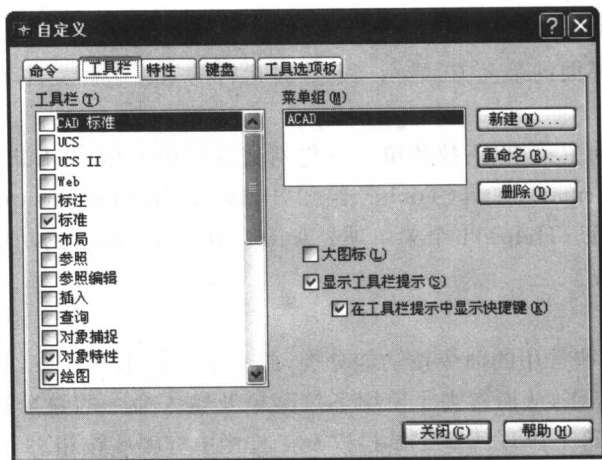

图 1-2 【自定义】对话框
(1) 选取“视图”下拉菜单中的选项“工具栏”,或把鼠标放在任意一个已经打开的工具栏上按 Enter 键,即打开【自定义】对话框,如图 1-2 所示。在“工具栏”选项卡中的各选项上进行勾选,即可打开或关闭各种相应的工具栏。